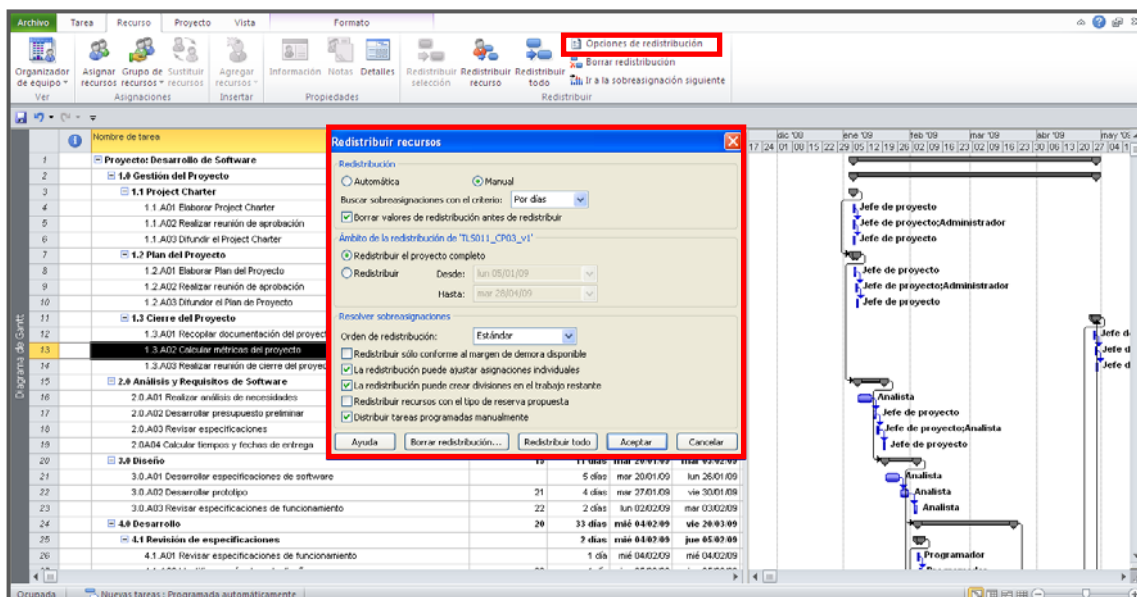

FIGURA 29: Nivelación automática
1. Diríjase a la pestaña **Recurso** » grupo **Redistribuir** » elija “Opciones de redistribución”; se muestra la figura 29.